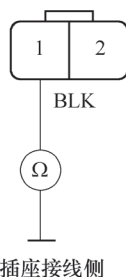

图 5-122 检查散热器风扇 2P 插接器的 1 号端子与车身搭铁之间导线的导通性
30) 如图 5-122 所示，检查散热器风扇 2P 插接器的 1 号端子与车身搭铁之间导线的导通性。如果导通，更换散热器风扇电动机；如果不导通，检查散热器风扇与车身搭铁之间的导线是否开路，如果线路正常，检查 G301 与车身搭铁是否接触不良。